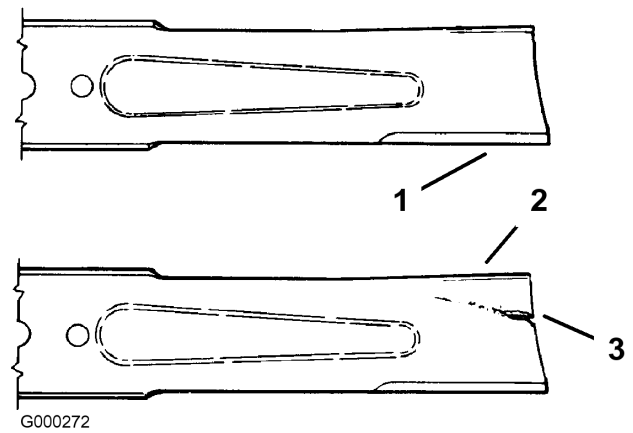

Figura 38
1. Inspeccione los filos de corte (Figura 38). Si los bordes no están afilados o tienen muescas, retire las cuchillas y afílelas. Consulte Afilado de las cuchillas.
2. Inspeccione las cuchillas, especialmente la parte curva (Figura 38). Si observa daños, desgaste o la formación de una ranura en esta zona (elemento 3 en la Figura 38), instale de inmediato una cuchilla nueva.